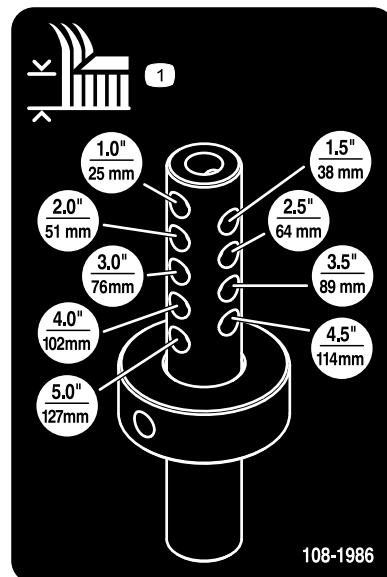

図 10
6. 刈高ロッドについている刈高穴から希望する刈高を選び、そこに刈高カラーをセットする(図 10)。